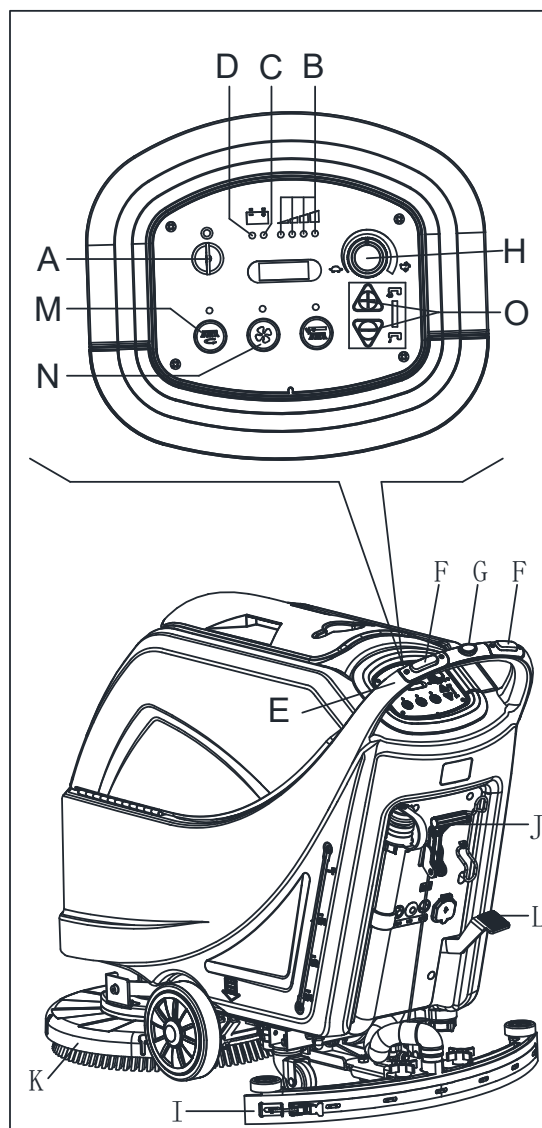

Figura 8
2. Introduzca la llave de ignición (A, Figura 8), girándolo a la posición «I». Compruebe si la luz de aviso verde (B) se ilumina (batería cargada). Si se ilumina la luz de aviso amarilla (C) o la roja (D), gire la llave de ignición otra vez a la posición «0» y cargue las baterías (consulte el procedimiento en el capítulo Mantenimiento).
- Empujándola con las manos en el manillar (E) (solo para máquinas sin tracción).
- Empujándola con las manos en el manillar (E) y pulsando el interruptor (F) para moverla hacia delante, o pulsando el interruptor (F) junto con el (G) para moverla hacia atrás (solo para máquinas con tracción). La velocidad de avance se puede ajustar mediante el regulador (H).
4. Baje la escobilla de goma (I) usando la palanca (J).
5. Baje el grupo de cepillo portacepillos/porta-discos (K) al levantar el pedal (L). (solo para máquina de discos)
6. Presione el interruptor del portacepillos/porta-discos (M) y el interruptor del sistema de aspiración (N).
7. Pulse los interruptores de control de flujo de agua de lavado (O), según sea necesario, dependiendo del tipo de limpieza a realizar.
- (solo para máquinas sin tracción) empujando la máquina con las manos en el manillar (E) y pulsando el interruptor (F).
- (solo para máquinas con tracción) empujando la máquina con las manos en el manillar (E) y pulsando el interrup-
1. Baje la cubierta del portaescobillas/cepillo presionando el interruptor de Cepillo/portaescobillas (M Figura 8).
2. Mientras mantiene ambas manos en el manillar pulse el interruptor de seguridad (F, Figura 8), a continuación, desplace la máquina para empezar a fregar/secar el suelo.